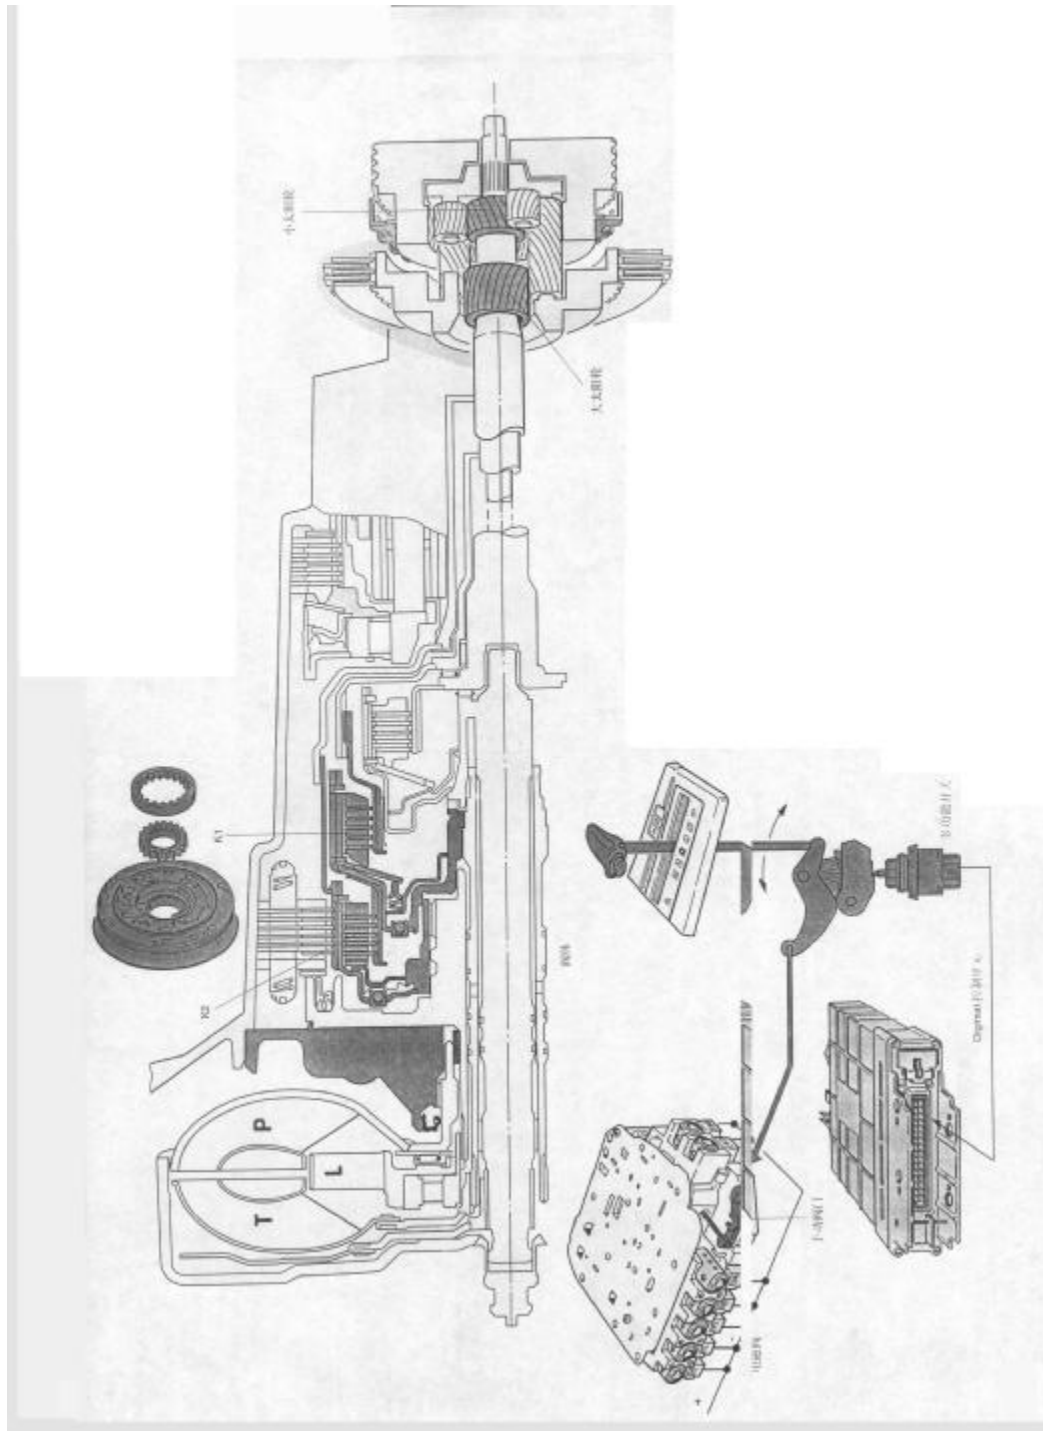

图 7-7 无控制单元
(1) 手动阀门由换挡杆驱动，将含有压力的 ATF 油提供给阀体中的换挡阀。通过手动阀可以在 Digimat 控制单元出现故障时换入倒档、手动 1 档和液力 3 档。其动力传递路径如图 7-7 所示。在无 Digimat 控制单元的情况下，车辆可以在这 3 个档位上行驶。